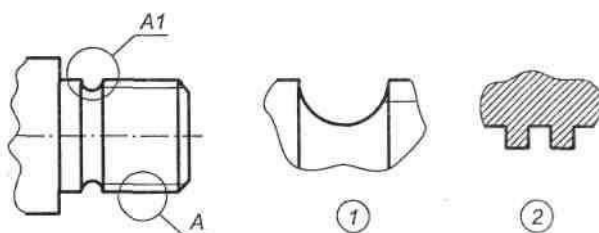

Рис. 62
- 3.35. Обозначить изображенные на рис. 62 два выносных элемента, выполненных в масштабе 4:1.